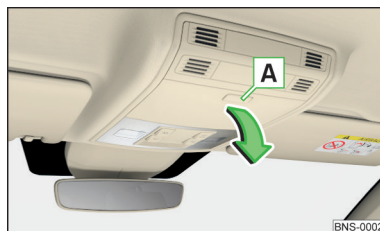

Fig. 121
- Para **abrir** presionar la tecla **A**. El compartimento se abre en el sentido de la flecha » fig. 121.